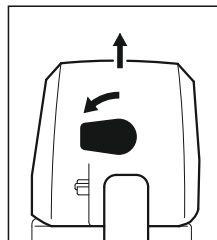

Рис. 67
- Кнопку на 90° повернуть влево (рис. 67)